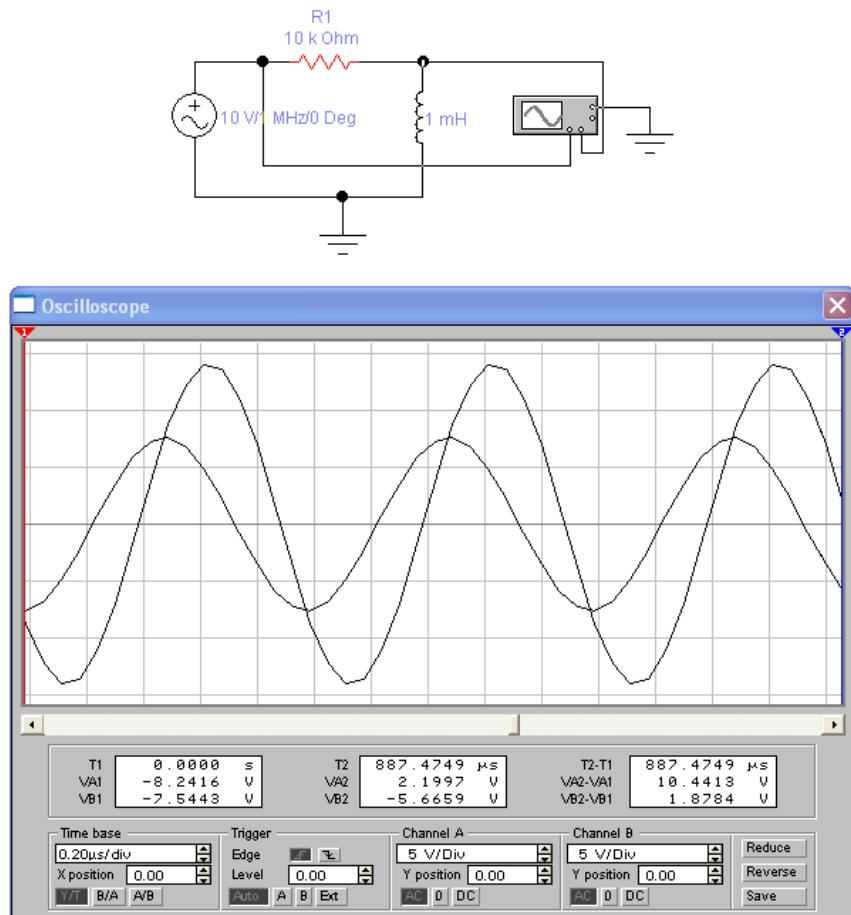

Рис. 2.12
2.7.4. В программе WorkBench соберите цепь, показанную на рис. 2.12, получите временные диаграммы напряжений, проведите их анализ.